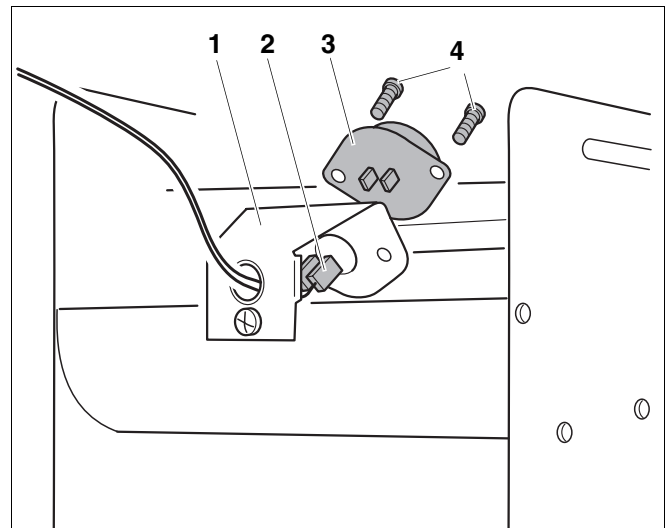

Fig. 7 Înlocuirea senzorului pentru gaze de evacuare
- Se deșurubează suportul (Fig. 7, Poz. 1) din siguranța de debit.
- Se scoate ștecherul cablului (Fig. 7, Poz. 2) de la senzorul de gaze de evacuare (Fig. 7, Poz. 3).
- Se desfac cele două șuruburi (Fig. 7, Poz. 4).